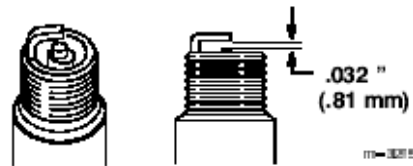

图25
- 5、设定火花塞电极(图25)间空气间隙为0.032英寸。(0.81mm)